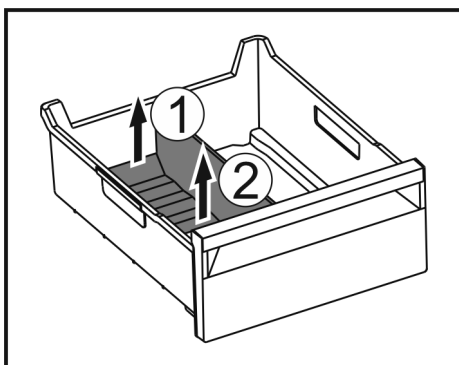

Fig. 145
- Tõstke jääkambrieraldaja tagumine osa üles. Fig. 145 (1)
- Võtke jääkambrieraldaja ülespoole välja. Fig. 145 (2)